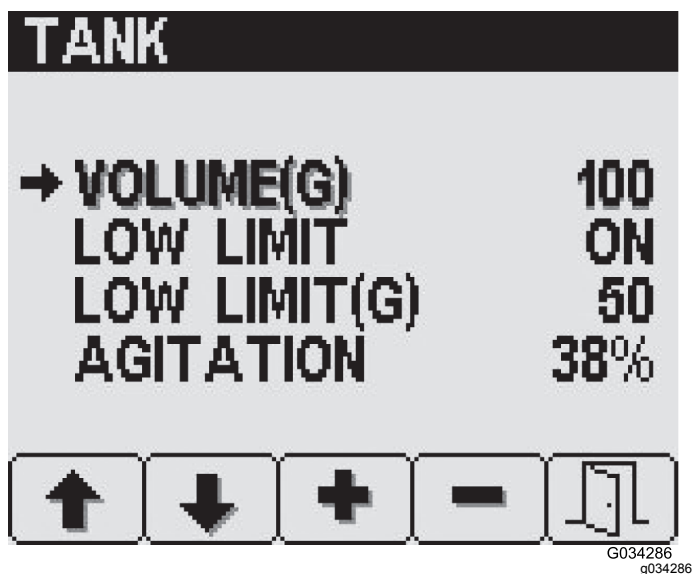

Figura 20
2. Prima o botão 2 até chegar ao elemento que pretende mudar (Figura 20).
3. Utilize os botões 3 e 4 para definir o valor desejado (Figura 20).